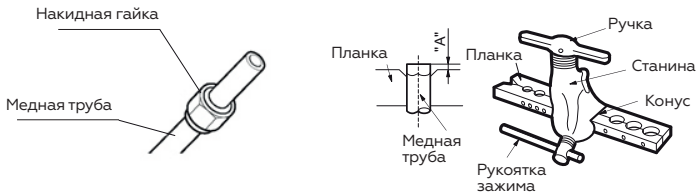

Рис. 13
1. Перед развальцовкой труб не забудьте надеть на трубопроводы изоляцию и надеть гайки (Рис. 13)